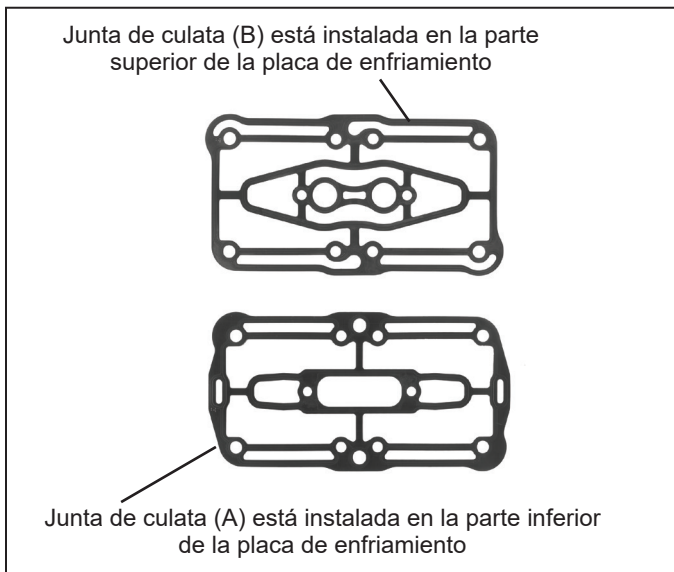

Figura 6 – Posición de las juntas de culata del compresor de 720cc Bendix®
1. Instale los dos anillos tóricos del cárter (H) en los agujeros avellanados de la cubierta del cárter.
2. Observe la posición de las dos clavijas de alineación del cárter que sobresalen en la cubierta (parte superior) del cárter. Instale la lengüeta de válvula/junta de entrada de metal (C) sobre las clavijas de alineación del cárter; tenga cuidado de no afectar el anillo tórico del cárter (H).
4. Coloque la primera junta de culata de metal en relieve (B) sobre los casquillos de alineación que sobresalen de la parte superior de la placa de enfriamiento. Coloque la segunda junta de culata de metal en relieve (A) sobre los casquillos de alineación del lado contrario de la placa de enfriamiento. Cuando se colocan correctamente, el contorno de las dos juntas en relieve coincide con el contorno de la placa de enfriamiento y las superficies de sellado mecanizadas de la placa de enfriamiento se cubrirán con el material de la junta de metal en relieve. **Importante: Las dos juntas son diferentes y deben ser instaladas en el lado correcto de la placa de enfriamiento para que el compresor funcione adecuadamente. Vea la Figura 6 para las posiciones correctas de identificación de la junta de culata.**